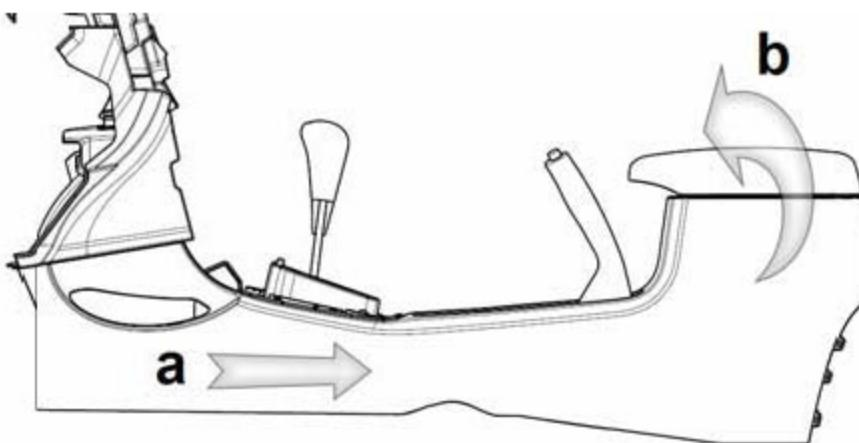

图 6-2-11 副仪表板本体的拆卸(2)
- 2). ①用手拖住副仪表板本体将本体后部慢慢向上抬起，与地板成一定适当角度；
②同时将整个本体向上抬高，使换挡机构和手刹慢慢穿过副仪表板本体上面的过孔，最后将本体取下。如图 6-2-11 所示；